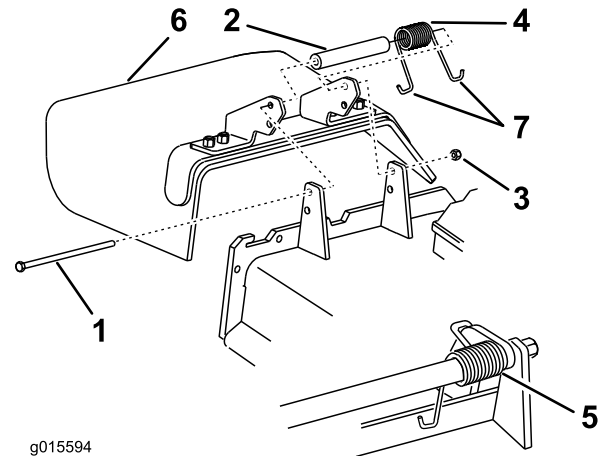

Figure 19
4. Retirez le contre-écrou, le boulon, le ressort et l'entretoise qui fixent le déflecteur aux supports de pivot (Figure 19).
5. Déposez le déflecteur d'herbe (Figure 19).